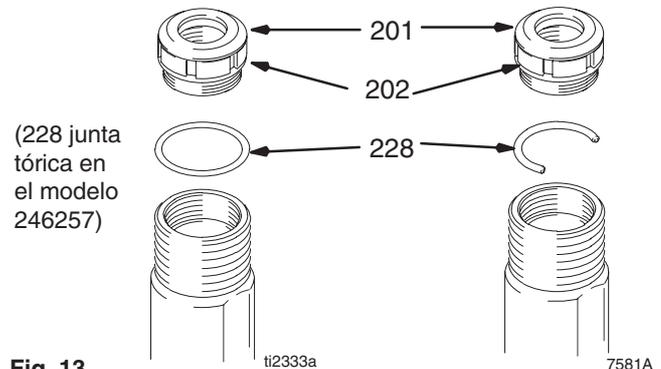

Fig. 13
Fig. 13. Instale la junta (201) en la tuerca prensaestopas (202). Instale el espaciador de ajuste del cuello (228) en la tuerca prensaestopas. Instale, sin apretar, la tuerca prensaestopas en el cilindro.